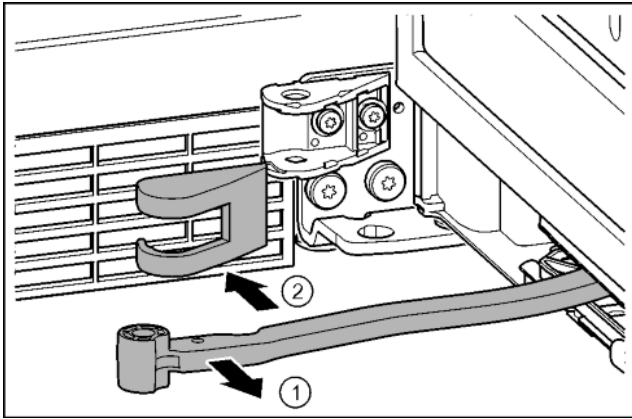

Fig. 17
- ▶ Повернуть шарнир в направлении двери. Fig. 17 (1)
- ▶ Снять крышку. Fig. 17 (2)